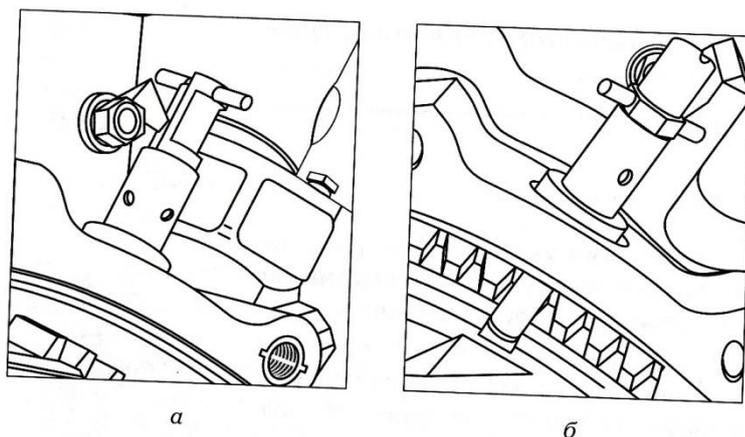

Рис. 2. Положения ручки фиксатора маховика при эксплуатации (а) и в зацеплении с маховиком (б).
- вставить ломик в отверстия на маховике и поворачивать коленчатый вал до тех пор, пока фиксатор не войдет в зацепление с маховиком (рис. 2);